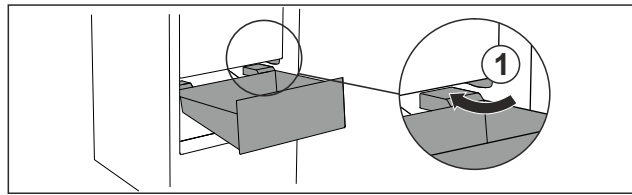

Fig. 116
- ▶ Guider le tiroir en biais en contournant les butées Fig. 116 (1).